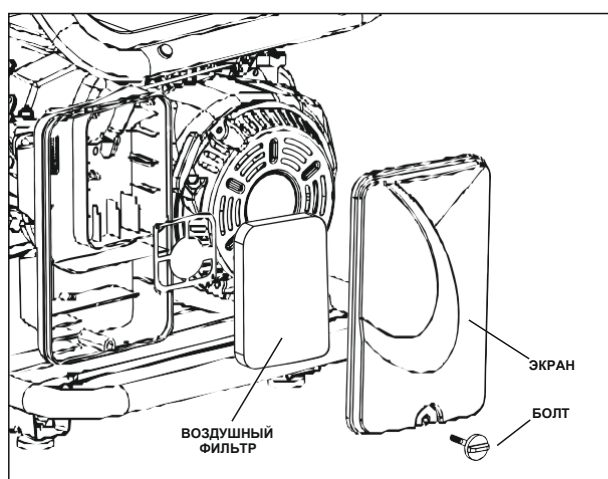

Рисунок 8 – Воздушный фильтр
Двигатель не будет работать на полную мощность, если воздушный фильтр будет поврежден или забит мусором. Прочищайте фильтр каждые 200 часов или раз в год (Рис.8). Прочищайте чаще либо меняйте фильтр, если работа ведется в сильно запыленных условиях.
- Снимите защитный экран воздушного фильтра и выгашите фильтр (Рис. 8).